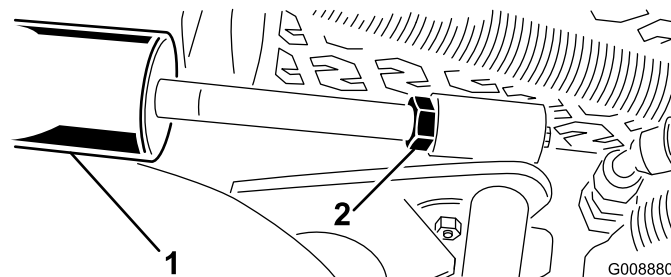

図 15
A. カッティングユニットを降下させ、シリンダについているジャムナットを戻す（図 15）。